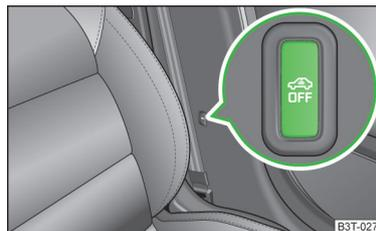

Abb. 18
- Die Symboltaste  » Abb. 18 an der B-Säule auf der Fahrerseite drücken. In der Taste ändert sich die Beleuchtung des Symbols  von rot auf orange.